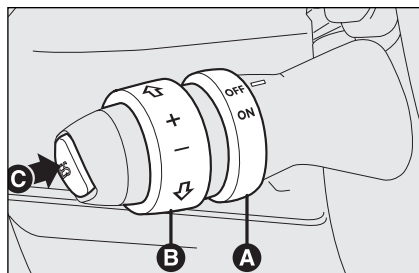

fig. 56
Gire el casquillo **A-fig. 56** a la posición **ON**.
- ☐ gire el casquillo **A-fig. 56** a **ON** y pisando el pedal del acelerador lleve el coche a la velocidad deseada;
- ☐ pulse la tecla **C-fig. 56**.
- ☐ girando momentáneamente el casquillo **B-fig. 56** a (+).
- ☐ manteniendo girado el casquillo **B-fig. 56** a (–) hasta alcanzar la nueva velocidad que permanecerá automáticamente memorizada.
Gire el casquillo **A**-fig. 56 a **OFF** o la llave de contacto a la posición **STOP**. Además, el dispositivo se desactiva automáticamente en uno de los siguientes casos:
*En caso de funcionamiento defectuoso o de avería, gire el casquillo **A**-fig. 56 a **OFF** y acuda a un taller de la Red de Asistencia Fiat después de haber verificado la integridad del fusible de protección.*